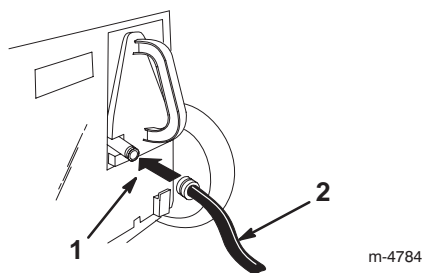

Figure 19
3. Soulevez le volet arrière et branchez le raccord à l'embout de lavage de l'obturateur de recyclage sur la tondeuse (Fig. 19).